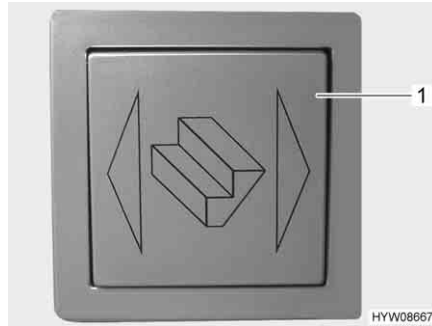

Bild 1 Wipptaster für Eintrittstufe
- Den Wipptaster (Bild 1,1) im Eingangsbereich drücken.